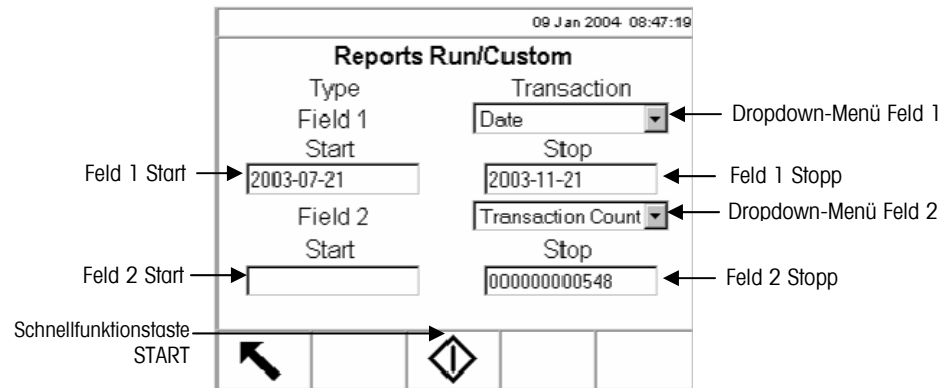

Abbildung 2-19: Beispiel eines Bildschirms mit einem benutzerdefinierten Berichts- Setup
7. Drücken Sie die Schnellfunktionstaste BENUTZERDEFINIERTER BERICHT, um die in den Berichtfeldern enthaltenen Datensätze zu begrenzen und einen benutzerdefinierten Bericht zu erstellen. Ein Beispiel für einen Bildschirm mit einem benutzerdefinierten Berichts-Setup finden Sie in Abbildung 2-19.